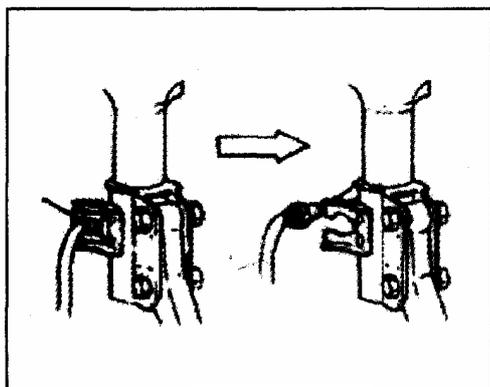

Рис. 507
4) Снимите стопорные кольца тормозных шлангов и снимите тормозные шланги с кронштейнов, как показано на рисунке (Рис. 507).